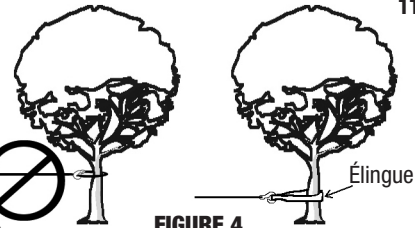

FIGURE 4
10. **N'ACCROCHEZ JAMAIS LE CÂBLE MÉTALLIQUE EN LE REPLIANT SUR LUI-MÊME.** Cela endommagerait le câble. Utilisez une élingue de treuil, une sangle-ceinture d'arbre ou autre accessoire recommandé pour ce type de raccordement. (FIGURE 4)